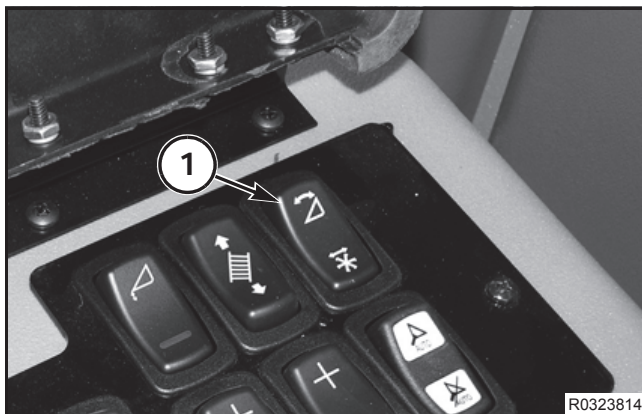

FIG. 33
FIG. 33: Para ajustar el ángulo del cortador, mueva el interruptor del ángulo de la plataforma / avance y retroceso del molinete para la posición "ángulo de la plataforma" (1).